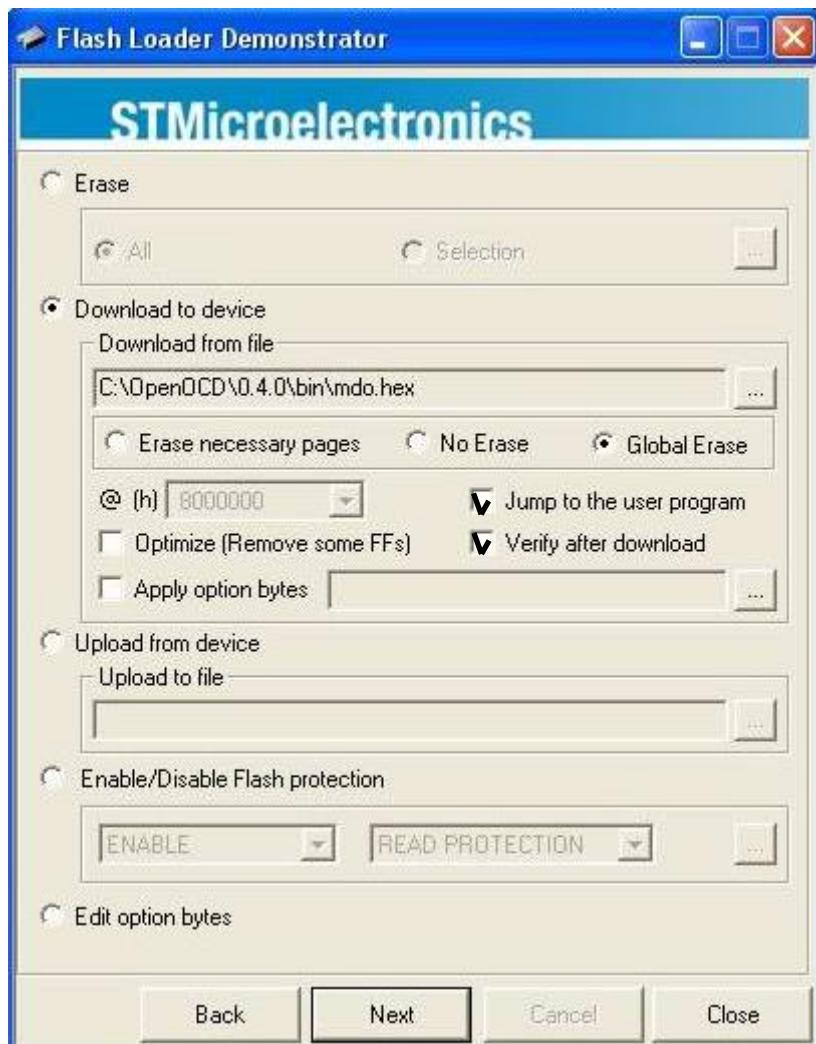

Рисунок 5.13 – Выбор файла с новой версией ПО
5. Далее программа распознает устройство как «STM32_High density_256K». После нажатия кнопки «Next» появится окно программы, в котором необходимо выбрать hex файл с новой версией ПО, установить флаг в «Global reset» и перейти в следующее окно (рисунок 5.13).